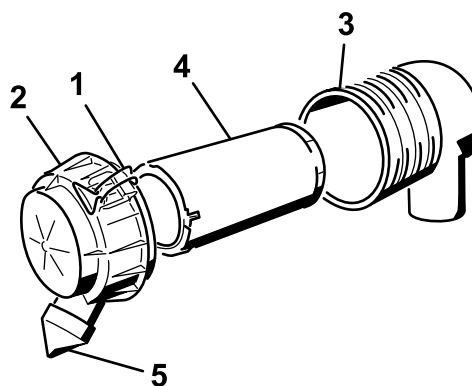

Рисунок 28
- Освободите защелки воздухоочистителя и снимите крышку воздухоочистителя с корпуса воздушного фильтра (Рисунок 28).
- Осторожно извлеките фильтр из корпуса воздушного фильтра (Рисунок 28).
8. Осторожно установите фильтр (Рисунок 28).
9. Установите крышку воздухоочистителя таким образом, чтобы пылезащитный колпачок был ориентирован вниз, и закройте защелки (Рисунок 28).